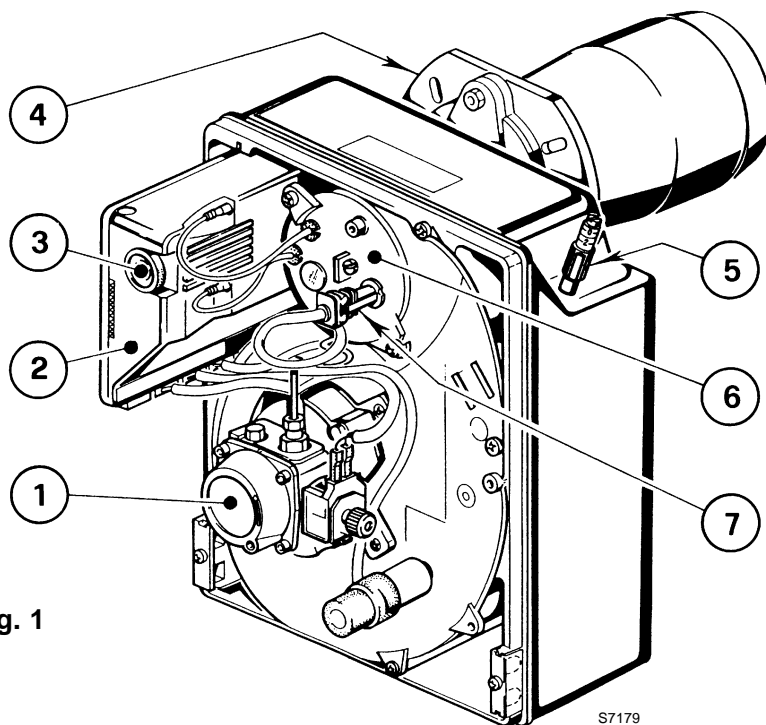

Fig. 1
- Effettuare la pulizia della fotoresistenza (7, fig. 1, pag. 1).
Si elencano alcune cause e i possibili rimedi a una serie di anomalie che potrebbero verificarsi e portare ad un mancato o non regolare funzionamento del bruciatore. Un'anomalia, nel funzionamento nella maggior parte dei casi, porta alla accensione della segnalazione all'interno del pulsante di sblocco dell'apparecchiatura di comando e controllo (3, fig. 1, pag. 1).